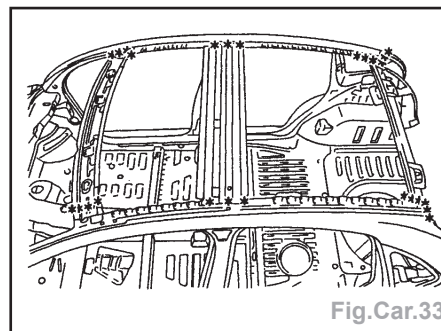

Fig.Car.33
- Dégraffer les points à l'aide d'une fraise de Ø 8 mm (Fig.Car.33).
- Souder par points électriques (Fig.Car.33).